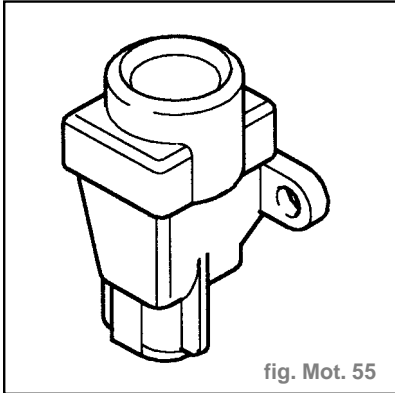

fig. Mot. 55
- Interrupteur à inertie de coupure de carburant (fig. Mot. 55) :